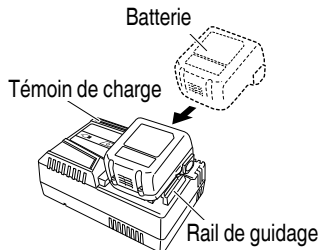

Fig. 5
2. Insérer la batterie dans le chargeur de batterie. Insérer la batterie dans le chargeur de batterie comme indiqué à la Fig. 5.